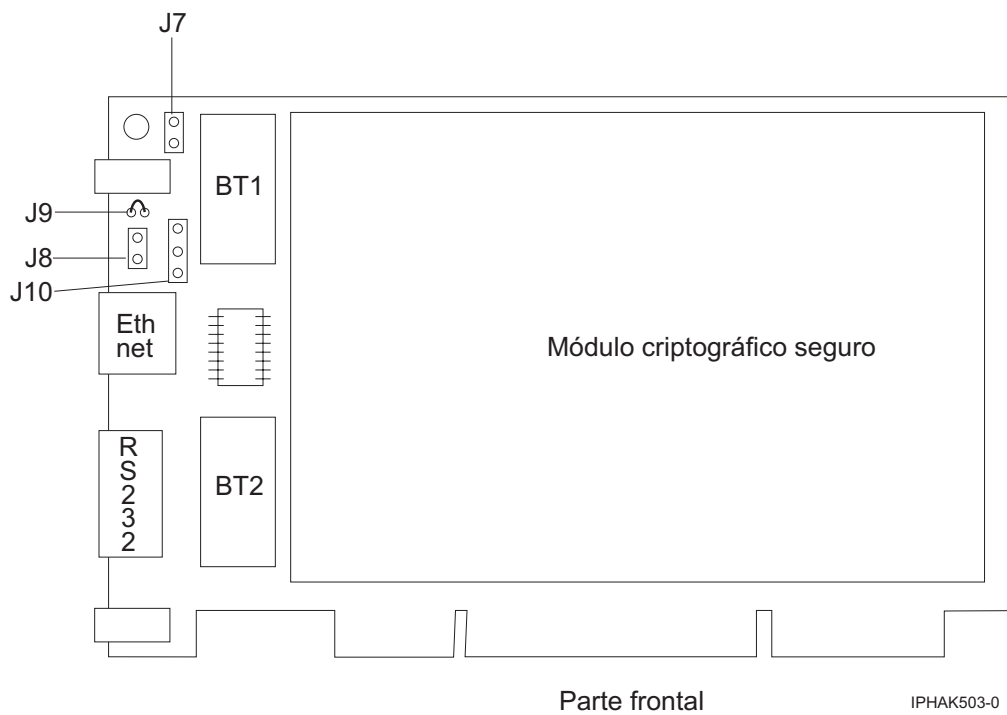

Figura 78. Parte frontal del adaptador
6. Inserte una de las nuevas baterías en la bandeja proporcionada con el kit. Alinee el polo + de la batería con el signo + de la bandeja (el extremo que tiene el hilo rojo). Conecte los hilos de la bandeja al conector J10 situado junto al puerto serie RS-232, como se ve en la Figura 78 en la página 260. El conector está polarizado para garantizar una conexión correcta.